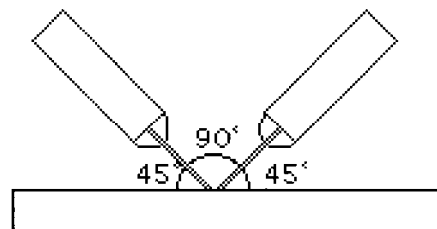

図 5
13.1.2 図 5 の要領で金メッキされた銅プレートの 4 端子プローブを導電することによってインダクタンスを測定する。